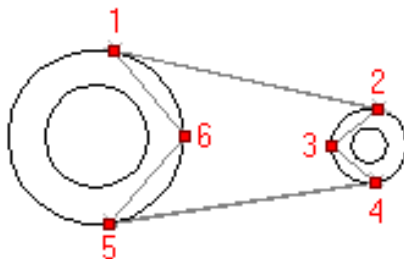

Рисунок 1.3 – Креслення замкнутого контуру
2. Підведіть курсор до точки 1 (рис. 1.3), з'явиться символ прив'язки. Клацніть лівою кнопкою миші.
2. Підведіть курсор до точки 6 (рис. 1.3), клацніть лівою кнопкою миші;